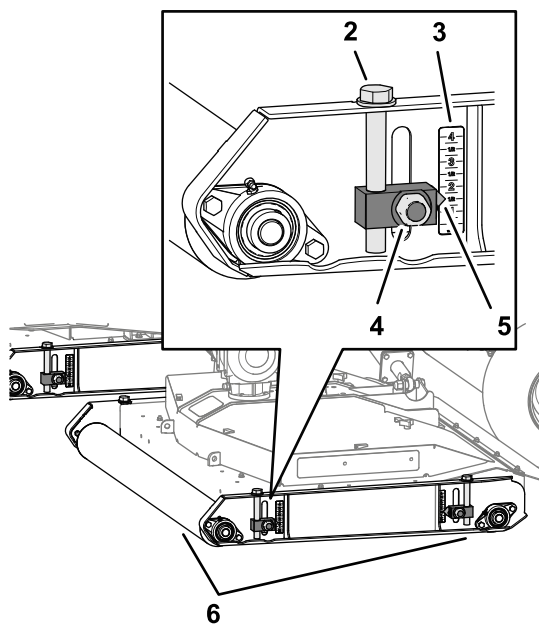

Figura 41
3. Allentate i 4 dadi di bloccaggio che fissano i 4 regolatori dell'altezza di taglio (**Figura 41**).